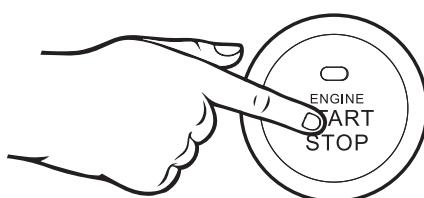

Figure 17 - Appuyer une fois sur le bouton pour arrêter
4. Pour arrêter la génératrice à l'aide d'un bouton-poussoir, il suffit d'appuyer une fois sur le bouton-poussoir "Engine Start Stop". (Voir la figure 17)